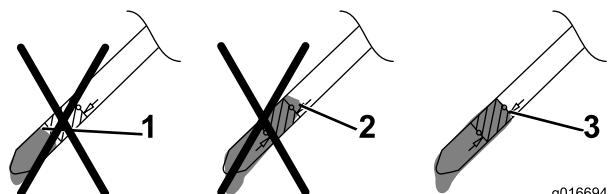

Figure 13
- Sortez de nouveau la jauge et contrôlez le niveau d'huile ; voir Figure 13.